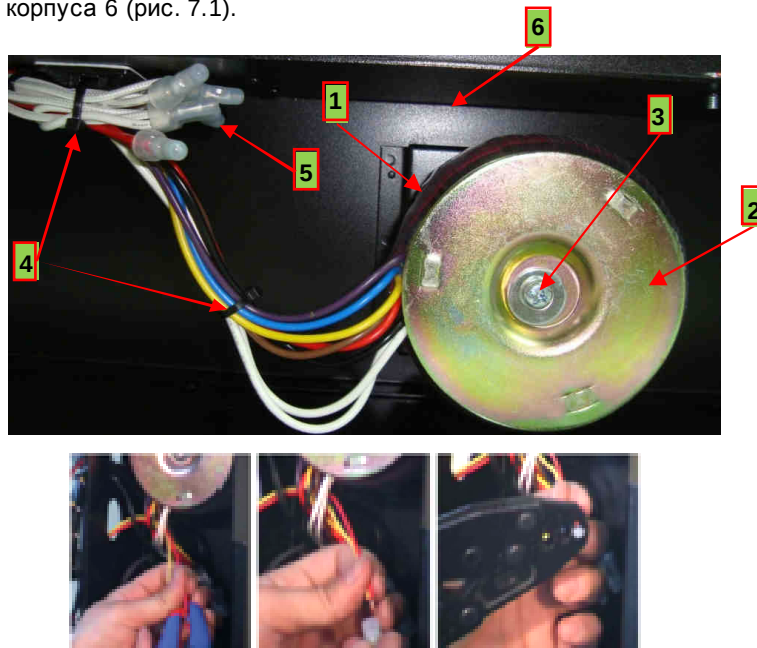

Рис. 7.1.
7.1.1. Установить частотный преобразователь на рабочий стол. Закрепить трансформатор 1 в месте с изоляционной прокладкой и шайбой 2, вкрутив винт 3 в резьбовое отверстие основания корпуса 6 (рис. 7.1).
7.1.2. Зачистить концы проводов трансформатора и концы проводов, выходящих из электронного отсека преобразователя. Соединить провода по меткам (нанесенным при разборке) или по образцу, вставить скрученные жилы в концевые заглушки 5, обжать кримпером (рис. 7.1).